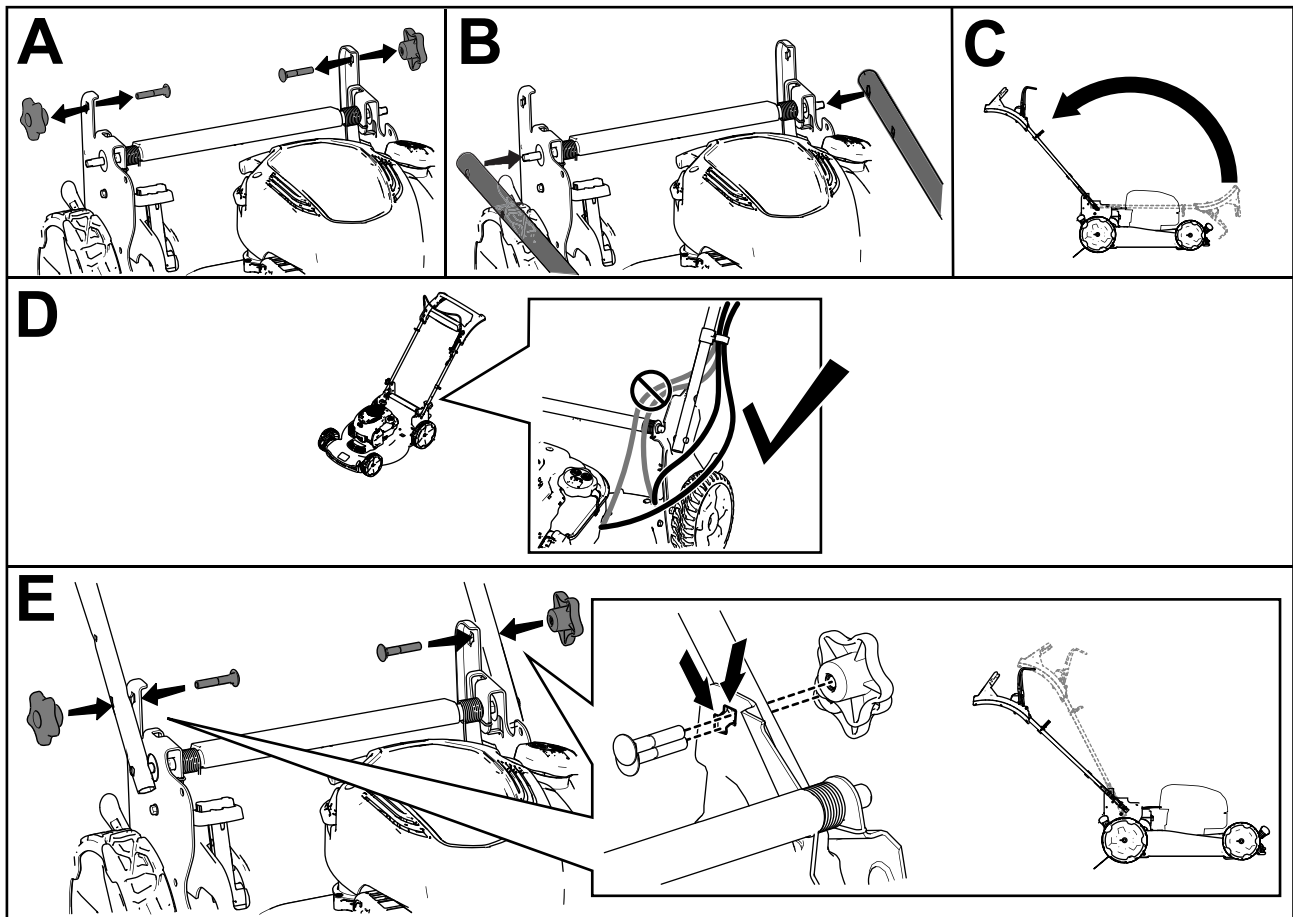

Figura 3
**Nota:** Asegúrese de que los cables quedan por fuera del manillar y que no están aprisionados (Figura 3, D). El pomo y el perno de cuello cuadrado tienen 2 posiciones de instalación. La instalación incorrecta del pomo y del perno de cuello cuadrado puede causar inestabilidad en el manillar (Figura 3, E).